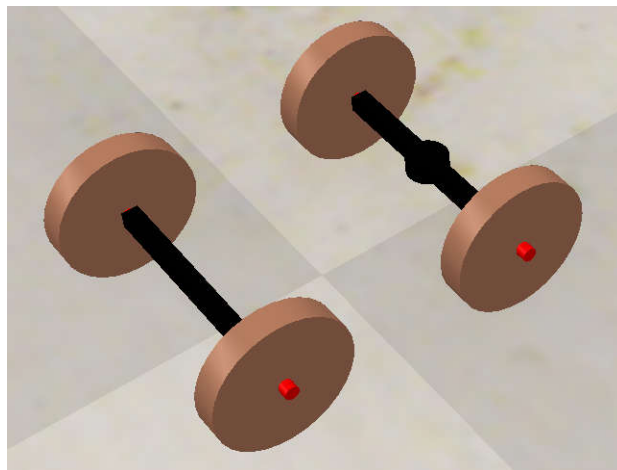

Рис. 16. Передний и задний мост мобильного робота
6. Создайте на балке переднего моста визуальный объект имитирующий поворотный шарнир диаметром 15 мм, высота которого совпадает с высотой балки (рис. 16). Правильно выстройте иерархию объектов, чтобы новый элемент копировал движения передней балки моста.